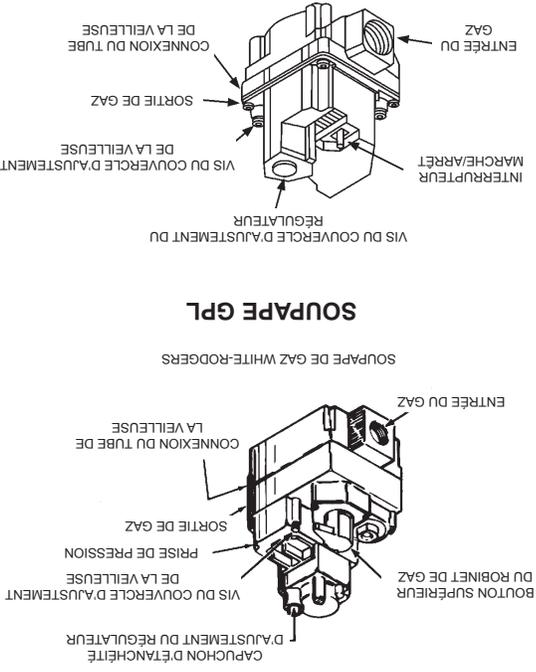

FIGURE 31.
La Figure 31 illustre les deux types de régulateurs de gaz combinés utilisés sur ces chauffe-eau. Si le régulateur de gaz devient défectueux, ne pas tenter de réparer. Un nouveau régulateur devrait être installé à la place du défectueux.
- Ajuster la flamme de la veilleuse au moyen d'un ajustement du gaz de la veilleuse dans le régulateur de gaz. Voir Figure 31.
- La flamme de la veilleuse devrait envelopper le dispositif de détection avec une flamme de 1,6 cm (5/8"). Figure 30. Enlever la vis du couvercle d'ajustement de la veilleuse, Figure 31. Tourner la vis intérieure d'ajustement dans le sens horaire pour augmenter ou dans le sens antihoraire pour diminuer la flamme de la veilleuse. S'assurer de remettre la vis du couvercle sur le régulateur de gaz après l'ajustement afin de prévenir une fuite de gaz possible.